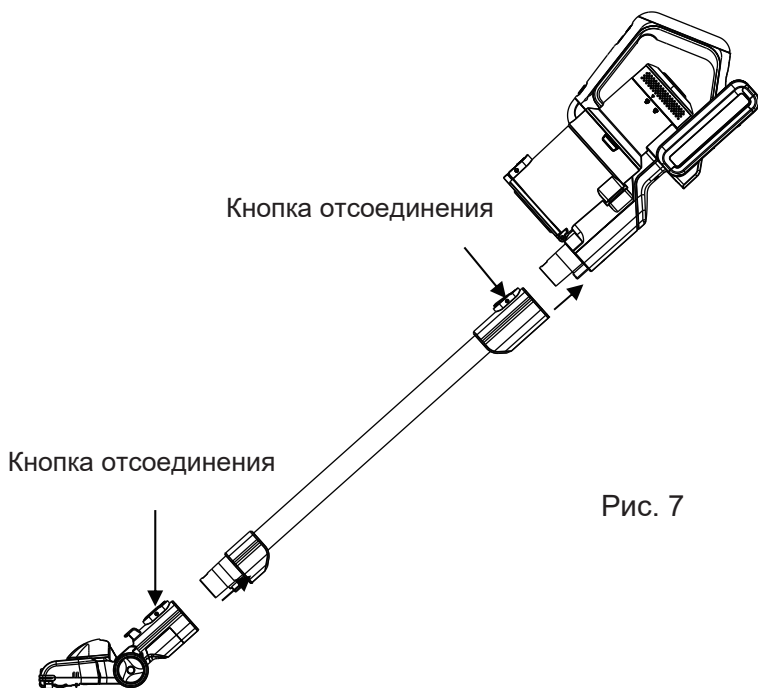

Рис. 7
1. Установите трубку в корпус пылесоса (см. рис. 7) до упора, пока не раздастся щелчок.
2. Установите электрощетку на трубку (см. рис. 7) до упора, пока не раздастся щелчок. Вместо щетки можно установить любую другую насадку из комплекта.